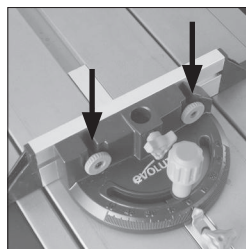

Fig. 33
**Remarque :** la plaque de contact de la butée d'onglet, doit être réglée de manière à ce qu'elle effleure le carter de lame, sans toutefois le toucher pendant l'exécution du travail de découpe. Réglez la plaque de contact en desserrant les deux écrous papillon et en la faisant coulisser à l'endroit voulu. Revissez fermement les écrous papillons (**Fig. 33**).